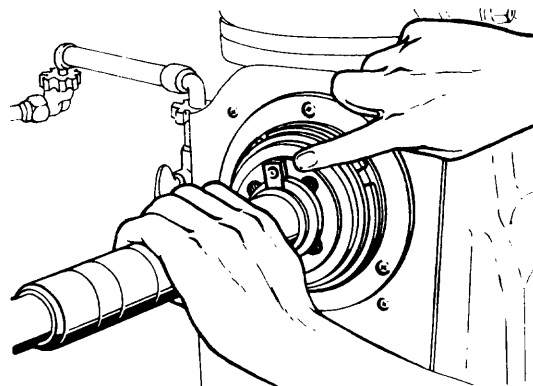

Fig. 3
- 2º paso - *Introduzca el extremo cónico del eje portafresas en el agujero del husillo, cuidando de que las ranuras del eje encajen en las chavetas de arrastre y el eje apriete por medio del tirante (figs. 3 y 4).*